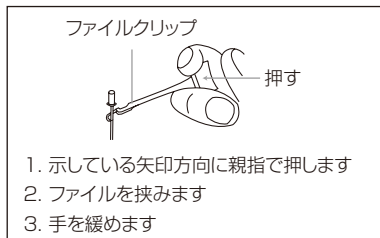

図20
- 4.2.5 ファイルクリップでファイルを挟み、根管内に挿入します。根尖に接近し、根尖から2mm未満の距離になると継続的にアラームが鳴ります(図20)。